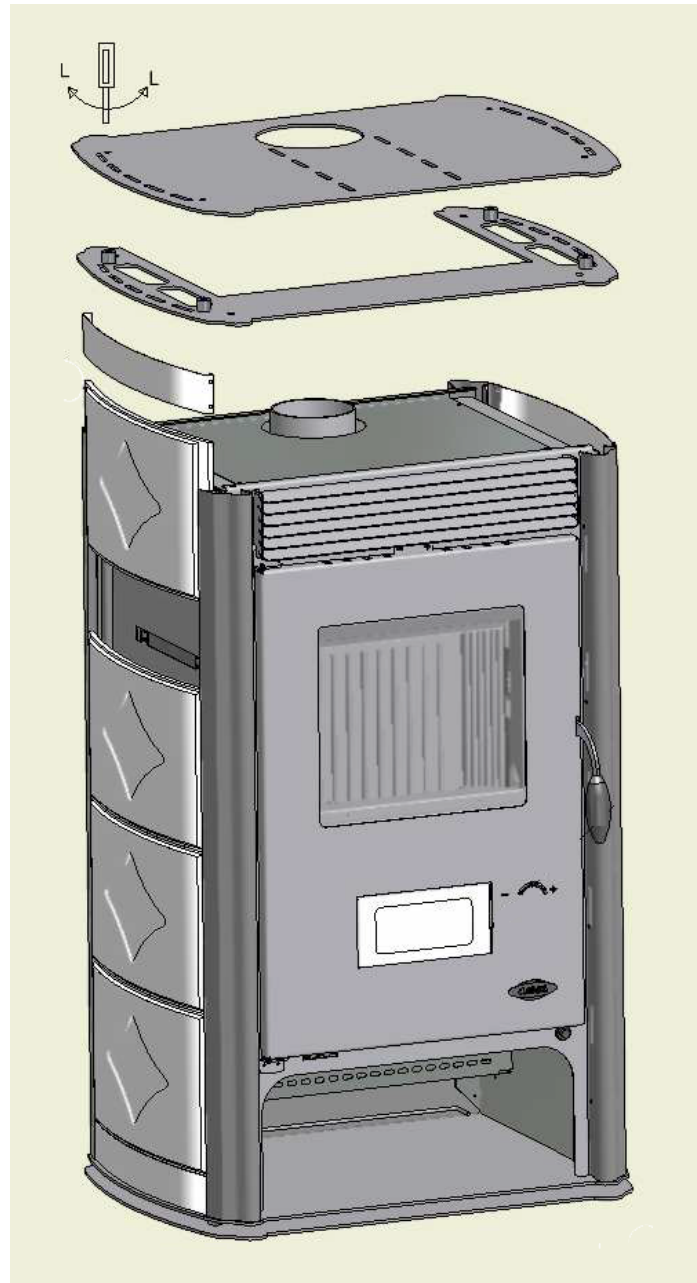

Fig. 14 - Montage des céramiques Aurora
LÉGENDE Fig. 14 à page 41
- Il est obligatoire d'installer le poêle éloigné des murs et/ou meubles, avec un écart minimum de 500 mm aux côtes, de 500 mm derrière, afin de permettre un refroidissement efficace de l'appareil et une bonne distribution de la chaleur dans l'ambiance (voir **Fig. 14 à page 41**).
- Dans les normes de sécurité de feu il faut respecter les distances des objets inflammables ou sensibles à la chaleur (canapés, meubles, revêtements en bois etc...) selon **Fig. 14 à page 41**.
- Si les murs sont en matériel inflammable, contrôler les distances de sécurité (voir **Fig. 14 à page 41**).